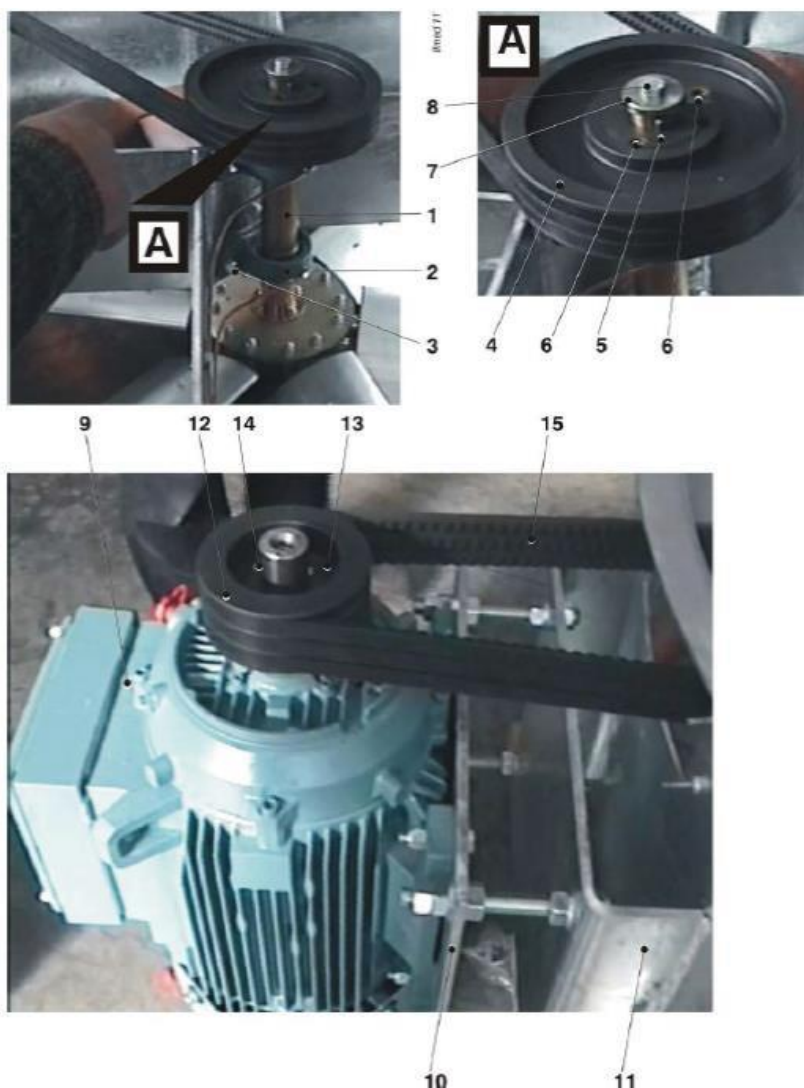

Рисунок 2-3: Установка рабочего колеса вентиляторов серий GFF-01 / GFF-04 / TFF-09 / TFF-12
1. Установите вал трансмиссии (1, Рисунок 2-3) в две подшипниковые опоры (2) и закрепите их соответствующими винтами и шайбами (3). Если агрегат поставлен с МОНОБЛОКОМ, установите его, соблюдая указания, приведенные на нем, в соответствии с обозначениями "сторона шкива" (pulley side) и "сторона рабочего колеса" (impeller side).
2. Установите вал трансмиссии (2, Рисунок 2-3) в две подшипниковые опоры (3) и закрепите их соответствующими винтами и шайбами (4). Если агрегат поставлен с МОНОБЛОКОМ, установите его, соблюдая указания, приведенные на нем, в соответствии с обозначениями "сторона шкива" (pulley side) и "сторона рабочего колеса" (impeller side).